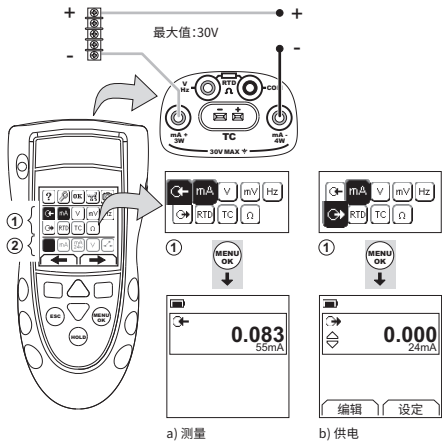
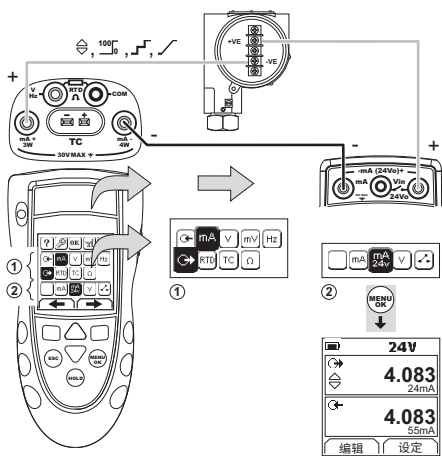
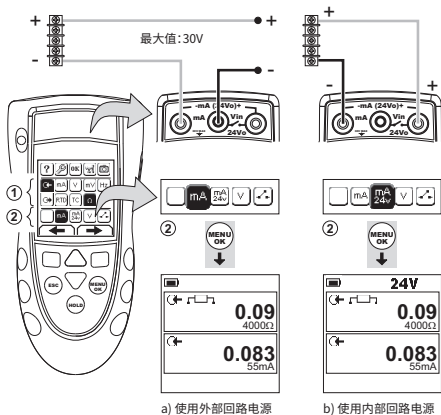

图 1：示例配置 - 使用外部回路电源测量/供电电流（mA）（区域①）
图 2：示例配置 - 使用内部回路电源供电电流（mA）（区域①）
图 3：示例配置 - 测量电流 (mA) (双重化功能，区域 ②)
1. 连接设备（图 1、图 2 或图 3），如果有必要，请调整设置（表 1）。